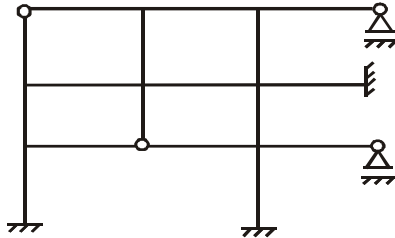

Рис. 19
15. Определить степень статической и степень кинематической неопределимости рамы (рис. 19). Сколько основных систем метода перемещений можно составить для данной рамы.